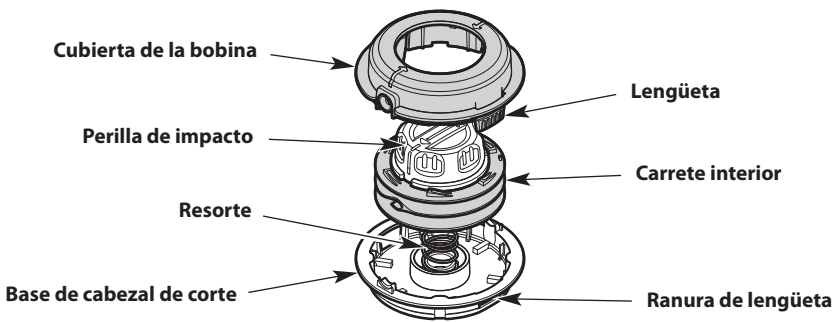

Fig. 26
- d. Retire la cubierta de la bobina (Fig. 26). **NO** extraiga el resorte de la base del cabezal de corte (Fig. 26).
- e. Empuje la perilla de impacto a través de la cubierta de la bobina. (Fig. 26). Si los ojales se salen, reinserte los ojales en la cubierta de la bobina.
- NOTA:** **NO** separe la perilla de impacto del carrete interior (Fig. 26).
- g. Utilice una tela limpia para limpiar el carrete interior, la base de cabezal de corte y la cubierta de la bobina (Fig. 26).
- h. Inserte la perilla de impacto y el carrete interior en la cubierta de la bobina (Fig. 26).
- i. Alinee las lengüetas de la cubierta de la bobina con las ranuras de la base del cabezal de corte (Fig. 26). Empuje la cubierta de la bobina sobre la base del cabezal de corte hasta que las dos lengüetas queden insertadas a presión.